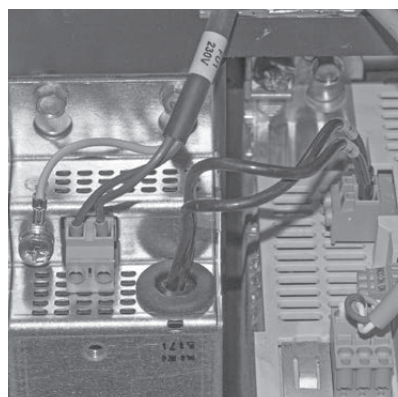

Fig. 100 Kabel und Erdung anklemmen, Stecker anstecken
- ▶ 2-poligen Stecker von Frequenzumformer abziehen und auf Kabel von Netzfilter montieren – Fig. 100.
- ▶ Netzfilter mit je 4 Stk. M5x12 TT-Schrauben montieren und Kabel anstecken bzw. Erdung anschließen – Fig. 100.